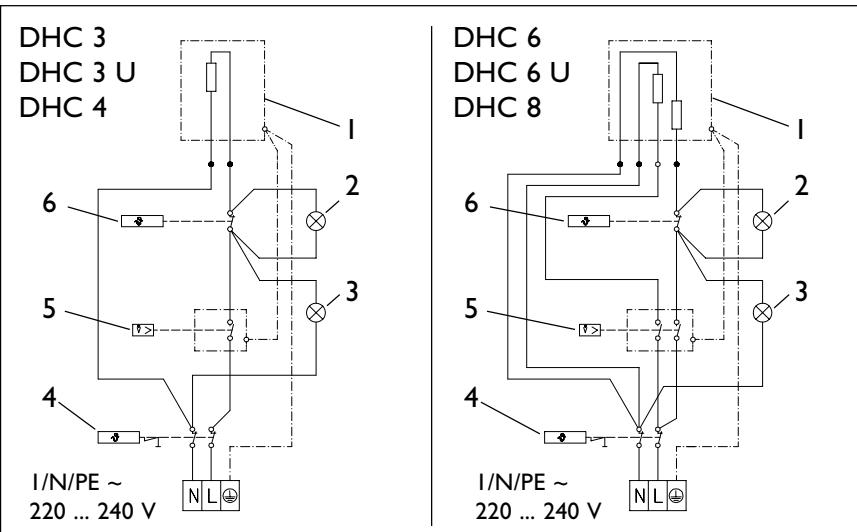

Рис. 14
Прибор должен быть заземлен (см.рис. 14).
Пояснения к рис. 14
- Осуществить электрическое подключение в клеммной коробке (поз. 10) в соответствии с электрической схемой на рис. 14 и завинтить винты кабельного зажима.
- Подготовить провод (поз. 15) для электрического подключения в клеммной коробке (поз. 10) в соответствии с электрической схемой на рис. 14.
- Стационарно проложить провод (поз. 15) для электрического подключения в клеммной коробке (поз. 16) в соответствии с электрической схемой на рис. 14.
- Электрическое подключение в клеммной коробке (поз. 10) осуществить в соответствии со схемой на рис. 14.